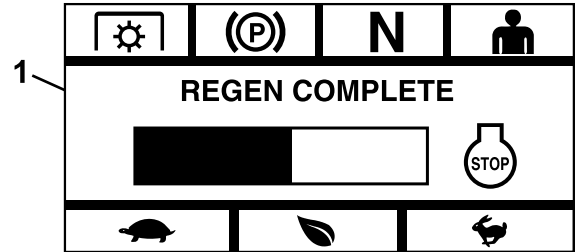

図 17
- **完了**—プロセスが正常に完了すると、モジュールは再生完了画面を表示する(図 17)。そこには5分間のカウントダウン棒グラフが含まれる。